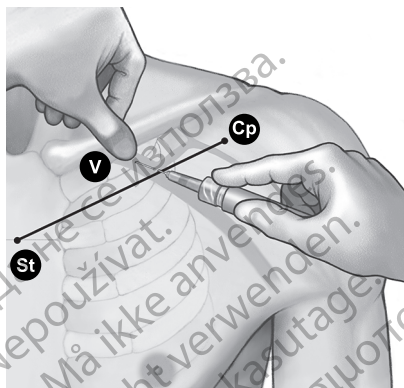

Abbildung 6. Platzierung des Daumens und Einstichstelle der Nadel
4. Drücken Sie den Daumen gegen den Zeigefinger und zielen Sie 1-2 Zentimeter unterhalb der Clavicula, um den Musculus subclavius vor der Nadel zu schützen. (Wenn eine Hypertrophie des Musculus pectoralis erkennbar ist, sollte der Daumen auf einen Punkt ca. 2 Zentimeter unterhalb der Clavicula zeigen, da der Musculus subclavius ebenfalls hypertrophiert sein könnte) (Abbildung 6 Platzierung des Daumens und Einstichstelle der Nadel auf Seite 22).